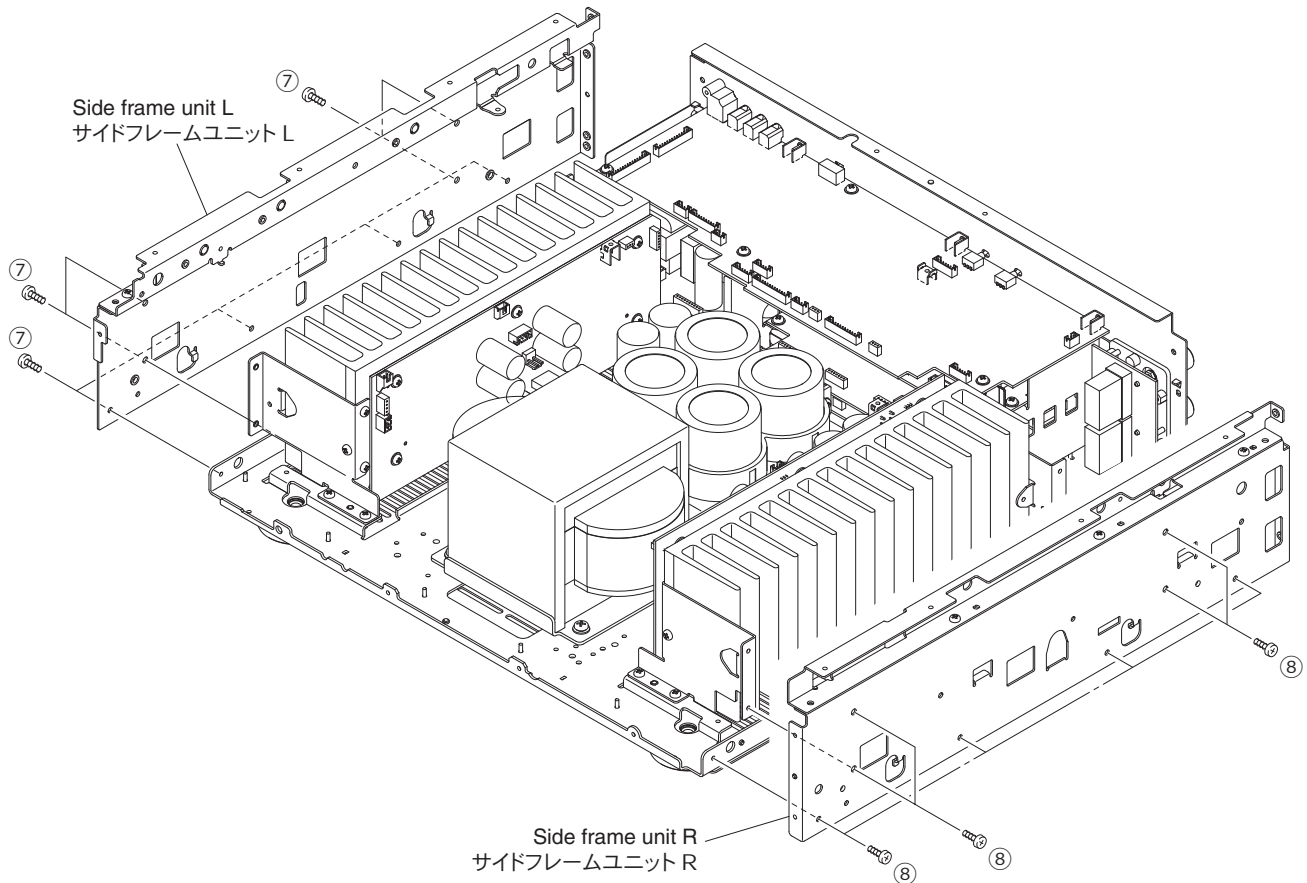

Fig. 6
- Remove 8 screws (⑦). (Fig. 6)
- Remove the side frame unit L. (Fig. 6)
- Remove 8 screws (⑧). (Fig. 6)
- Remove the side frame unit R. (Fig. 6)
- ⑦のネジ8本を外します。(Fig.6)
- サイドフレームユニットLを外します。(Fig.6)
- ⑧のネジ8本を外します。(Fig.6)
- サイドフレームユニットRを外します。(Fig.6)